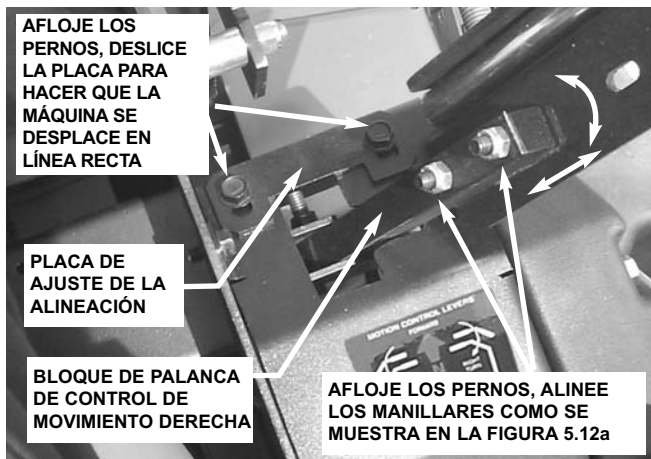

FIGURA 5.12
1. Afloje los pernos que sujetan las placas de ajuste y deslícelas totalmente hacia adelante. Apriete los pernos. Vea la figura 5.12.
4. Si la máquina se desvía hacia la izquierda, afloje los pernos que sujetan la placa de ajuste derecha. Mueva la placa hacia atrás para reducir la velocidad de la rueda derecha. Apriete los pernos. Vea la figura 5.12.
1. Afloje los pernos que sujetan las escuadras de ajuste del manillar a los bloques de palancas, y ajuste los manillares hasta que queden alineados. Vea la figura 5.12. Apriete los pernos después de lograr la alineación.